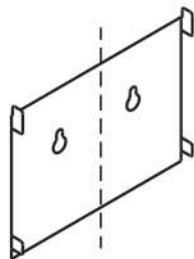

РИС. 5
6.2 Установите на зонт комплект из двух телескопических фальштруб. Верхнюю фальштрубу предварительно навесьте на кронштейн (рис. 5) и выдвиньте на нужную высоту.